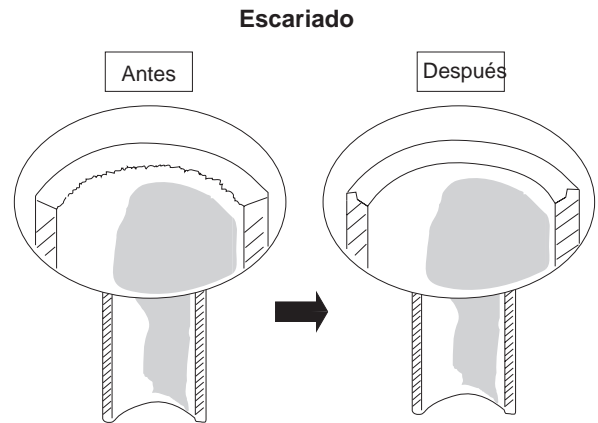

Fig. 7-1
2. Con un escariador, elimine las rebabas del extremo del tubo de cobre. Este paso es muy importante y debe ser ejecutado cuidadosamente para obtener un buen abocardado. (Fig. 7-1)